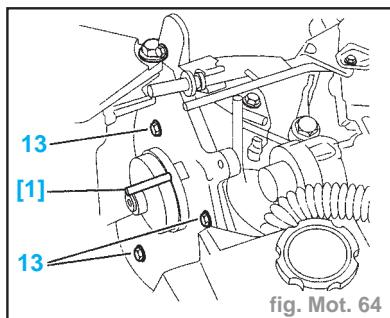

fig. Mot. 64
- les 3 vis de fixation (13) (fig. Mot. 64)